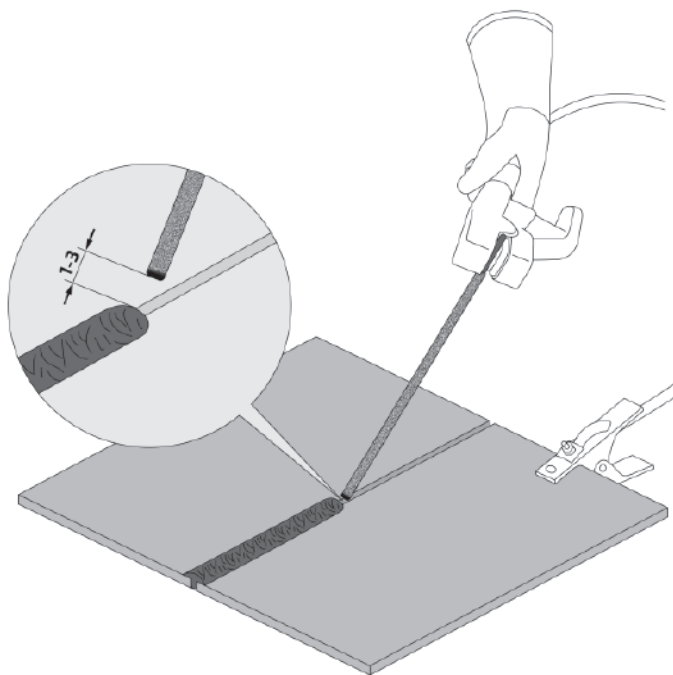

Рис. 8.1.1. Перед началом работы.
5. Начинайте сварочный процесс (см. рис. 8.1.1).
Перед началом работы не забудьте проверить следующее (см. рис. 8.1.1):